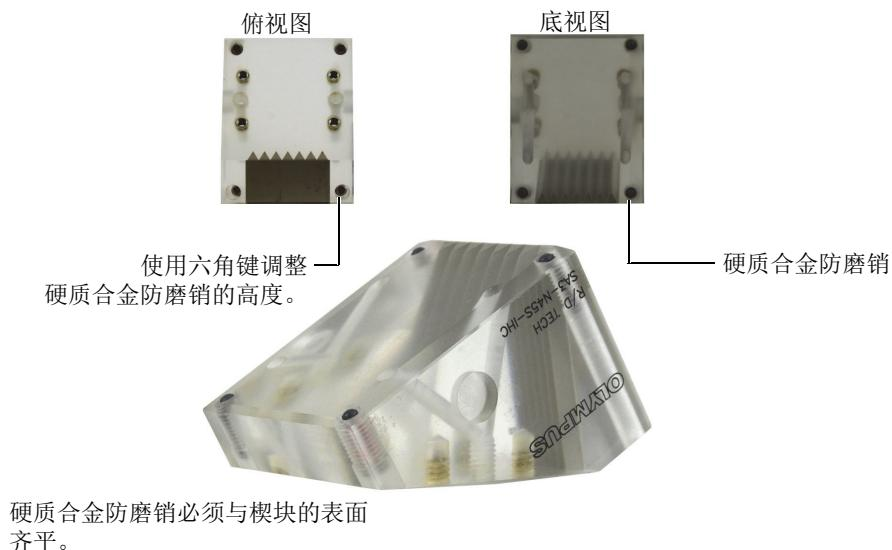

图 2-30 调整楔块的硬质合金防磨销
楔块的设计目的是承载超声探头或相控阵探头，以确保超声波的扩散范围足够大，可以覆盖到整个被测表面，而且还可以确保耦合剂的正确流向。为了减少楔块的磨损，可将硬质合金防磨销插入到楔块接触面的每个角中（参见第64页的图 2-30）。
- ◆ 使用六角键调整每个已经装好的楔块中的硬质合金防磨销的高度。确保每个防磨销的顶部与楔块的表面齐平（参见第64页的图 2-30）。
所有硬质合金耐磨销都应与楔块表面齐平（参见第64页的图 2-30）。